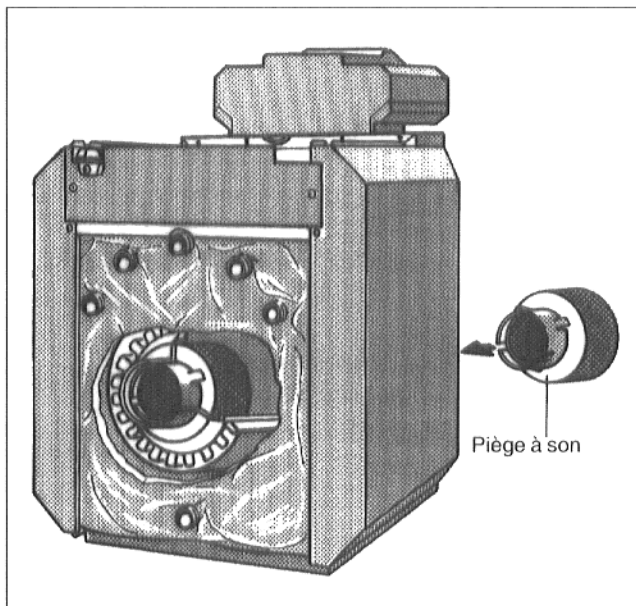

Fig. 25
- A partir de la chambre de combustion, poser le piège à son dans le manchon d'évacuation des fumées (Fig. 25).